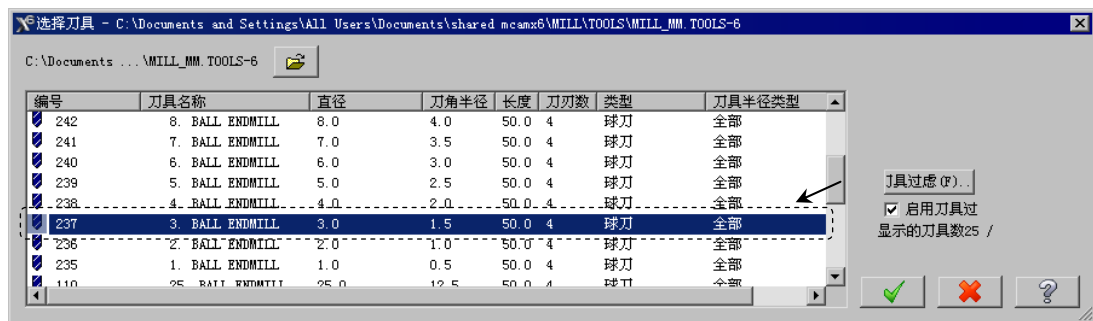

图 7.17 “选择刀具”对话框
Step6. 选择刀具。在“2D 刀具路径 - 外形铣削”对话框中，单击 **从刀具库中选择...** 按钮，系统弹出图 7.17 所示的“选择刀具”对话框，在该对话框中的列表框中选择图 7.17 所示的刀具。单击  按钮，关闭“选择刀具”对话框，系统返回至“2D 刀具路径 - 外形铣削”对话框。